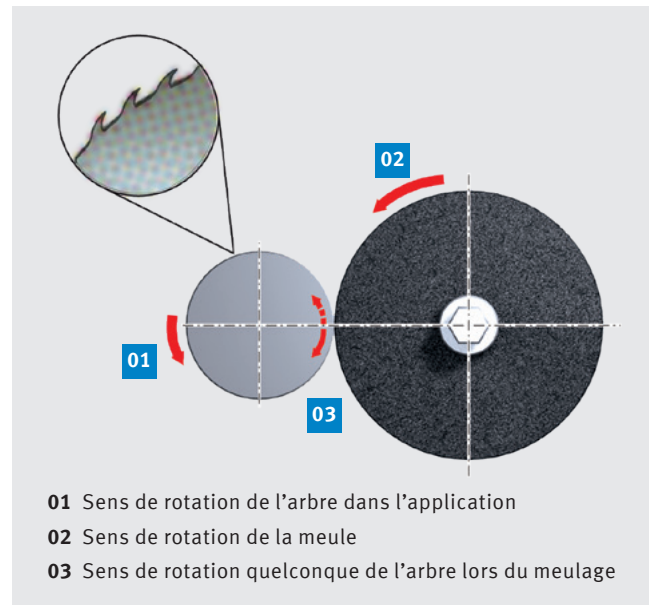

Fig. 43 : Meulage d'un arbre en fonte
- La fonte nodulaire (GGG) possède une structure superficielle ouverte et doit de ce fait être meulée sur R_z 2 ou plus élevé. La Figure 43 montre le sens de rotation des arbres en fonte dans l'application. Celui-ci doit correspondre au sens de rotation de la meule car l'usure est plus importante dans le sens inverse.